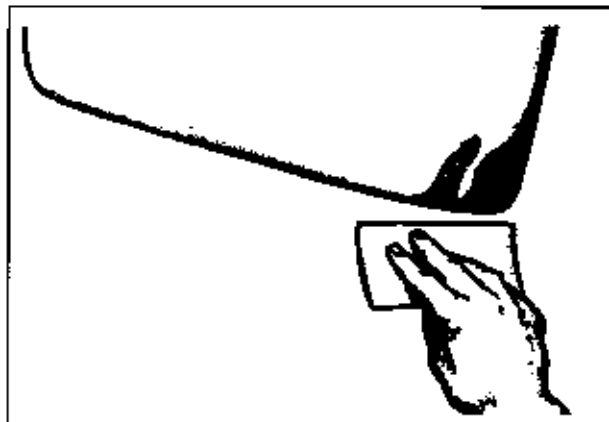

Abb. 7-4 Spachteln Sie die Mischung aus Epoxid / Füller 407 in die Vertiefungen, so daß die Kontur wiederhergestellt ist.
- Die Vertiefungen verspachtelt man mit einer Mischung aus Epoxid und niedrigdichtem Füller 407 in Erdnußbutter-Konsistenz, so daß die ursprüngliche Kielkontur wieder hergestellt wird (Abb. 7-4). Ist die Vertiefung größer als ein Golfball, sollte das Auffüllen in mehreren Schritten vorgenommen werden, um eine zu große Wärmeentwicklung zu vermeiden. Danach muß die Stelle gut durchhärten.